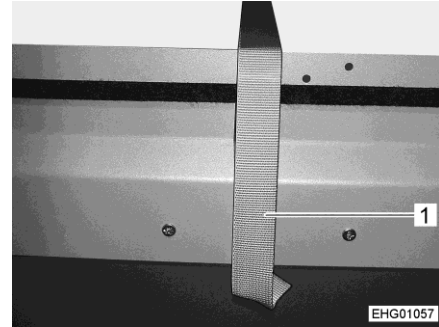

Fig. 56 Languette de sécurité, plaque d'appui arrière
- Desserrer la languette de sécurité (Fig. 56,1).
- Bloquer la plaque d'appui arrière avec une languette de sécurité (Fig. 56,1).